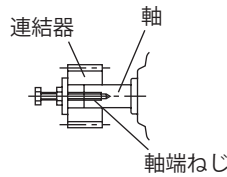

図 J12
- 焼バメまたは軸端ねじを利用した取り付け(図 J12)を推奨します。